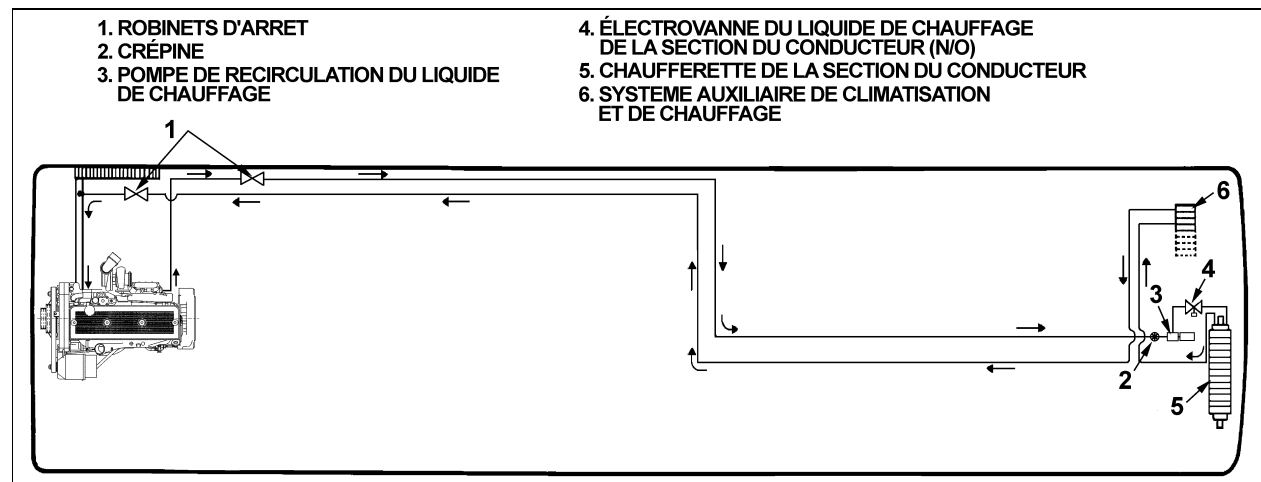

FIGURE 5
1. Fermer les 2 robinets d'arrêt du liquide de refroidissement (article 1, figure 5).